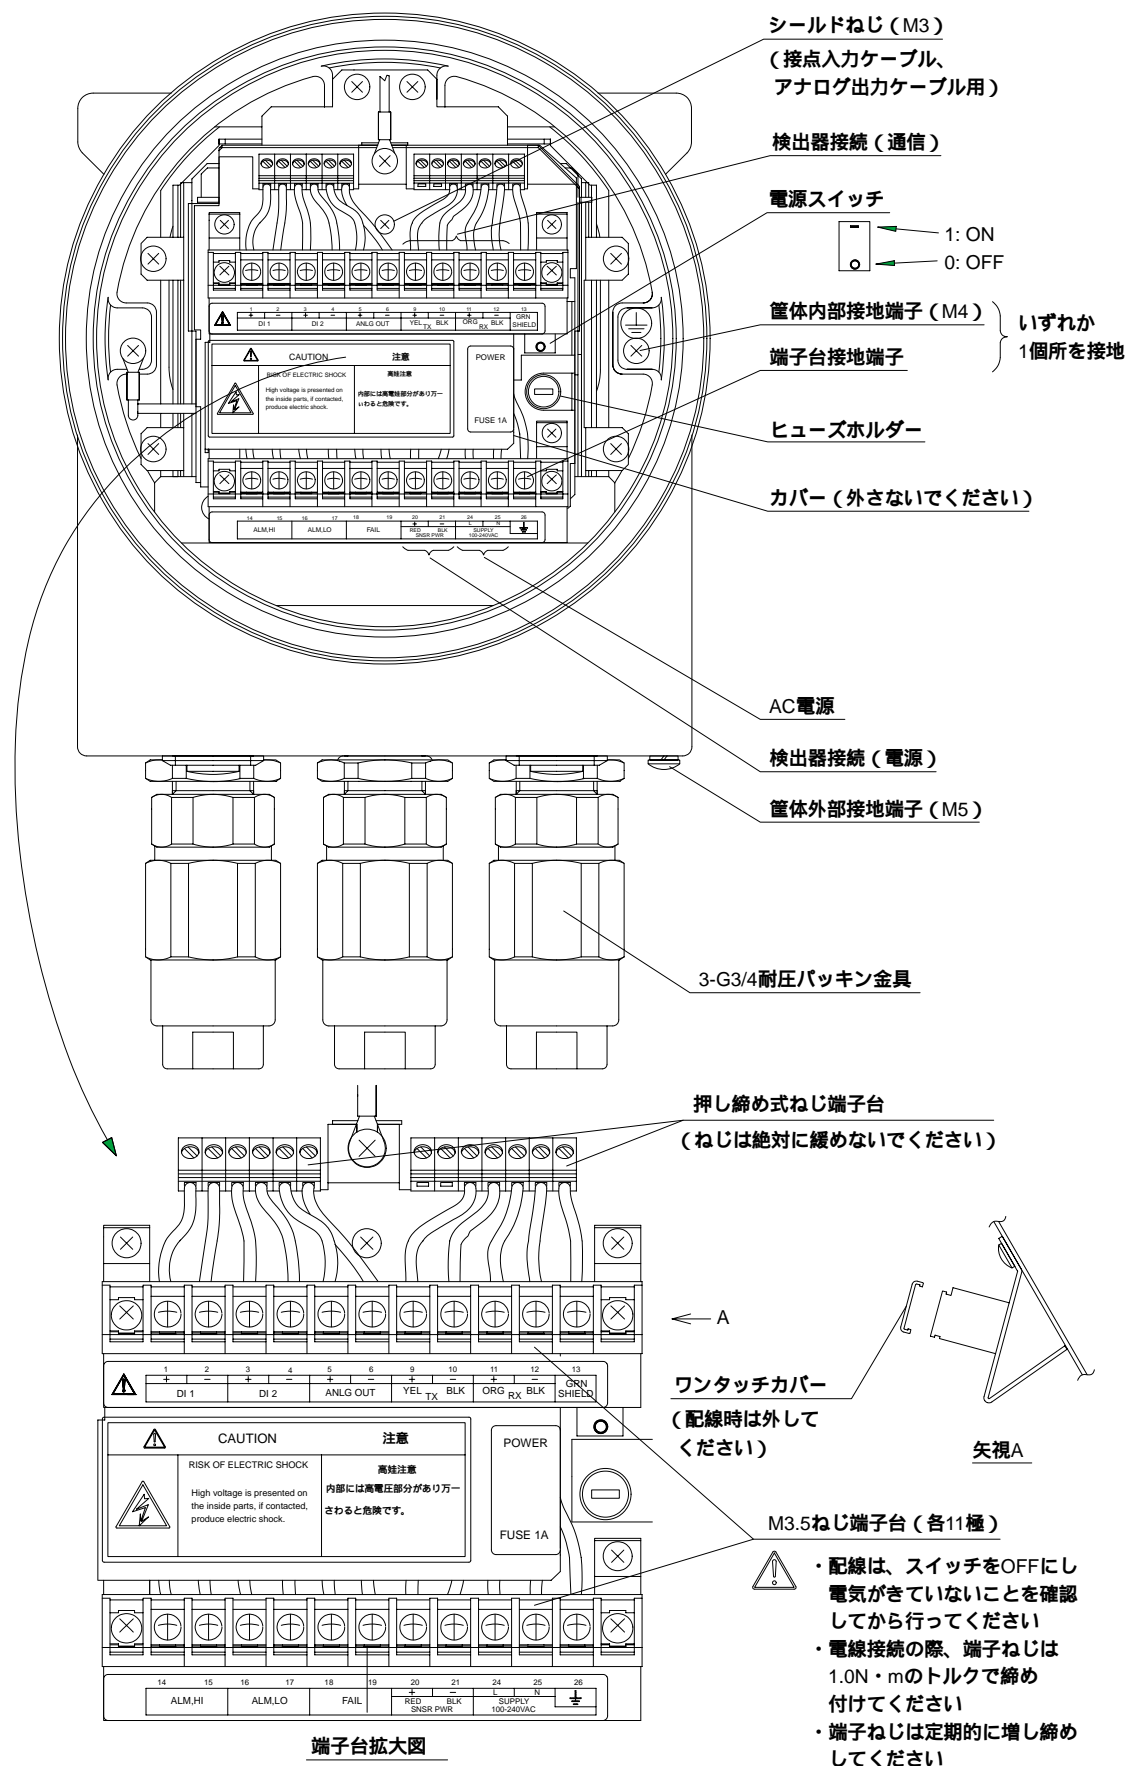

図3.22-1 LM400Sレーザーレベル計変換器, 付加コード/T (M3.5ねじ端子台) の配線図
- (3) シールド口出し線の端末をシールド接続用ネジ(M3)に接続します。（図3.22，図3.22-1参照）
- (4) シールド口出し線の端末をシールド接続用ネジ(M3)に接続します。(図3.22，図3.22-1参照)